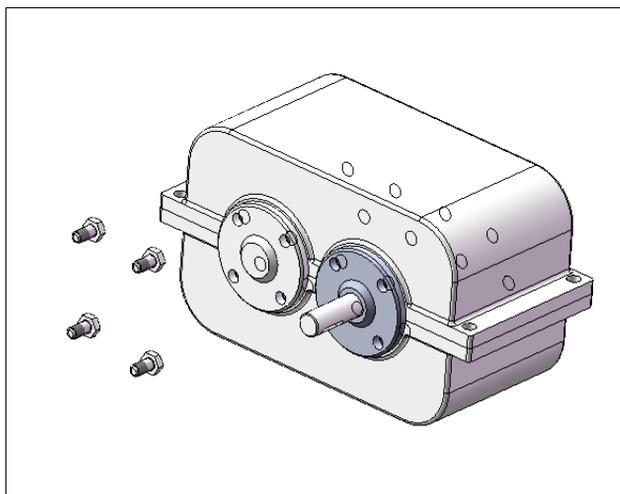

Рис. 6.49
26. Закрепим первую крышку. Поместим четыре винта с шестигранной головкой в сборочное пространство (рис. 6.49).